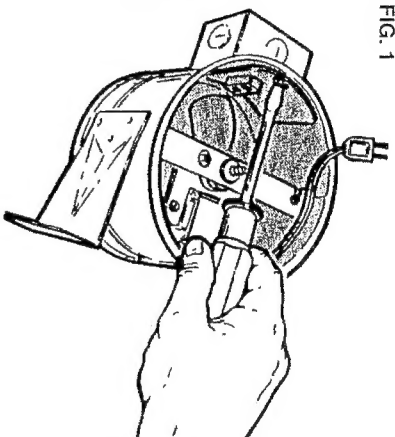

FIG. 1
1. Unplug motor, loosen screw and remove outlet box cover. (FIG. 1)
1. Desenchufe el motor, atóque el tornillo y quite la tapa de la caja de conexiones. (FIG. 1)